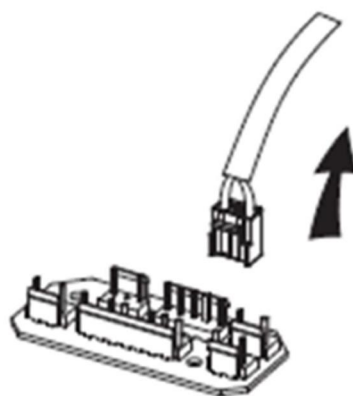

Рис.2
3. Найдите клемму соединительного провода и вытащите её (рис.2).